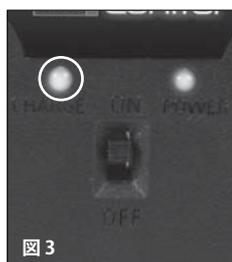

図 3
- その後、充電中を示すパワーLEDが緑に光ります(図3)。